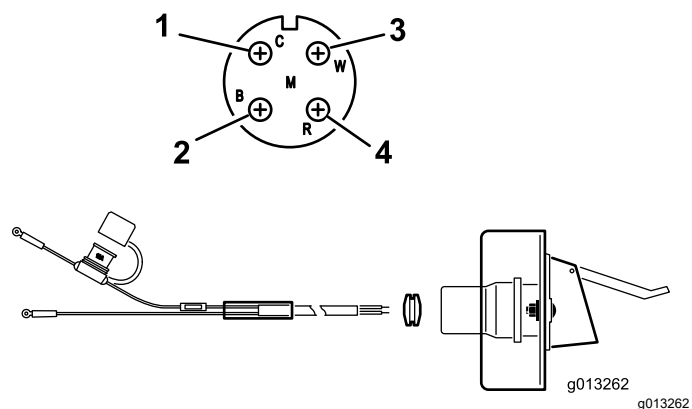

Figura 12
2. Enrute y sujete los cables eléctricos de la batería al soporte del enchufe eléctrico (Figura 12).
3. Pase los cables a través del soporte del enchufe e instale el pasacables de goma negra en el cableado (Figura 12).